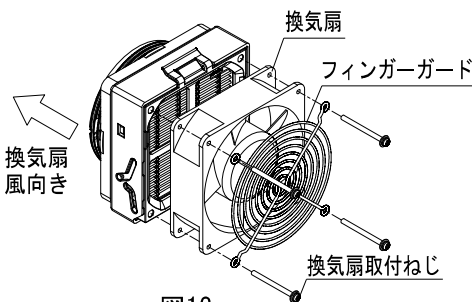

図12
①「■取付方法」の項を参照し、WLP-13(C)のボデーに本器を取付けてください。
②本器に換気扇、フィンガーガードを、換気扇に付属されているねじで取付けてください。(図12参照)